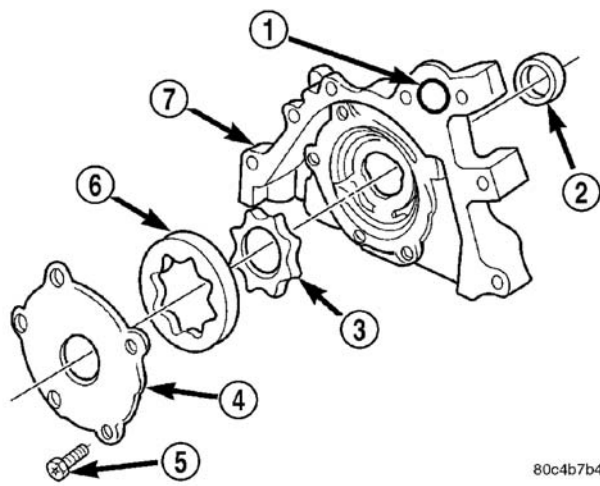

图 96 油泵
- (1) 检查油泵的配合表面。表面一应光滑（图 96）。若泵外盖出现刮痕或凹陷，则应更换之。